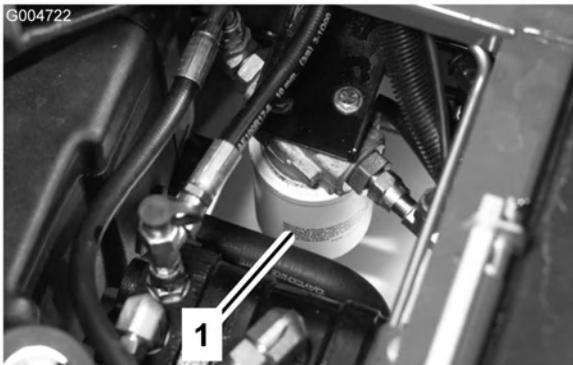

Figura 69
2. Limpie la zona de montaje del filtro. Coloque un recipiente debajo del filtro y retire el filtro (Figura 69).